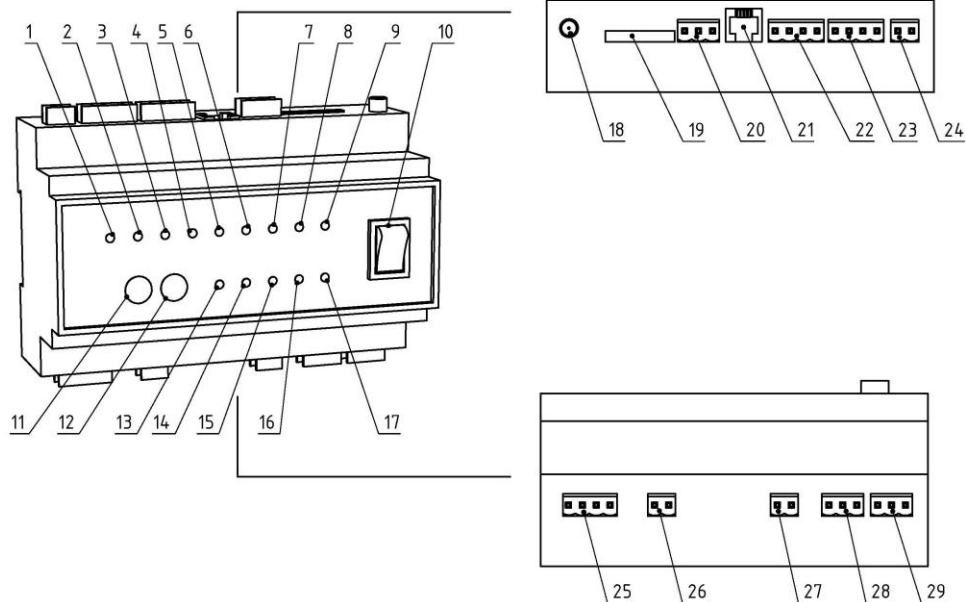

Рис. 4
- 5.2. С верхней и нижней сторон корпуса прибора расположены клеммные колодки и разъёмы для подключения внешнего питания и кабелей управления. Схему размещения клеммных колодок и кабельных разъёмов смотри на Рис. 4.
- 6.5. Выньте из разъёма картодержатель (Рис. 4 п. 19), нажав отвёрткой на кнопку справа от него. Вставьте SIM-карту в картодержатель контактами наружу. Вставьте обратно картодержатель в лоток GSM-модуля попав в пазы (контакты SIM-карты смотрят в сторону задней стенки GSM-модуля).
- 10.4. Далее GSM-модуль начнёт поиск сети, при этом индикатор «GSM-сеть» (Рис. 4 п.13) начнёт часто мигать ~1 раз в секунду. Когда сеть найдена и приём нормальный, мигание индикатора «GSM-сеть» становится редким, примерно один раз в 2-3 секунды.